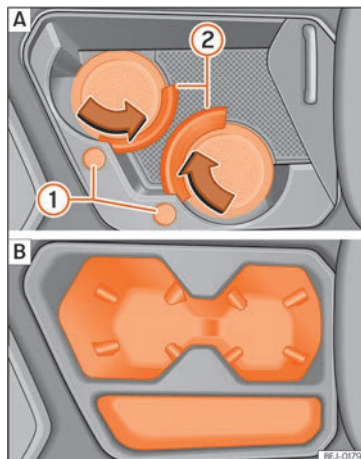

Abb. 143 In der Mittelkonsole vorn: A Getränkehalter (Variante 1); B Getränkehalter (Variante 2).
Je nach Ausstattung befinden sich im unteren Teil in der Mittelkonsole vorn zwei Getränkehalter »» **Abb. 143**.
Zum Anpassen des Getränkehalters an die Trinkgefäßgröße, entsprechende Taste drücken »» **Abb. 143** ①. Der Haltering ② öffnet sich.